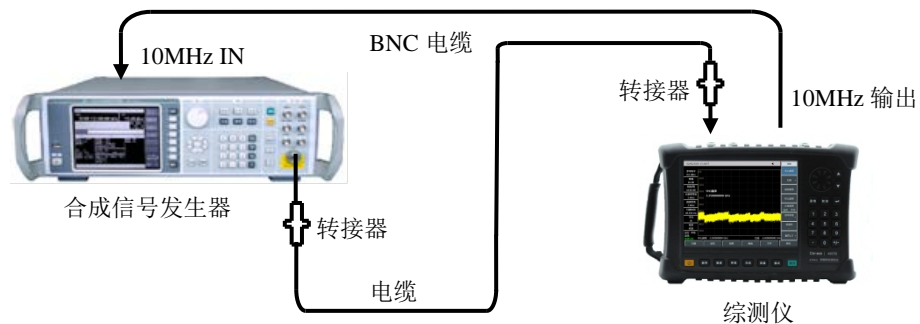

图16-9 扫频宽度准确度、扫描时间测试框图
- 如图 16-9 连接测试仪器，综测仪为合成信号发生器提供频率参考。
- 如图 16-9 连接测试设备，信号发生器的射频输出接至待测综测仪的射频输入端，综测仪为合成信号发生器提供频率参考。